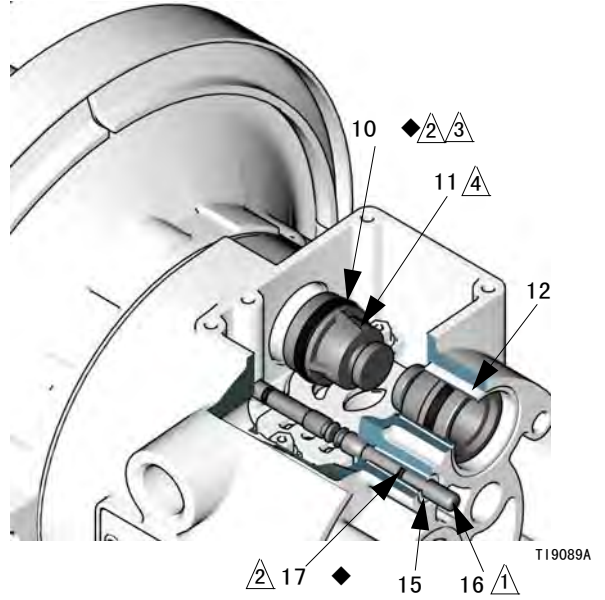

图 7
4. 将 2 个传动器活塞 (11) 从轴承 (12) 中拉出。从活塞中卸下 U 形环垫圈 (10)。将导向销 (16) 从轴承 (15) 中拉出。从导向销中卸下 0 形圈 (17)。见图 7。
6. 检查轴承 (12, 15) 情况。见图 7。轴承带有锥度，如果已损坏，必需从外侧卸下。这需要拆卸流体部分。见第 26 页。
4. 在每个导向销 (16) 上安装一个 0 形圈 (17 )。润滑导向销和 0 形圈。将导向销插入轴承 (15)，窄头先入。见图 7。
5. 将 U 形环垫圈 (10 ) 安装到各传动器活塞 (11) 上，以使垫圈唇缘朝向活塞窄端。见图 7。
6. 润滑 U 形环垫圈 (10 ) 和传动器活塞 (11)。将传动器活塞插入轴承 (12)，宽头先入。露出活塞窄端。见图 7。